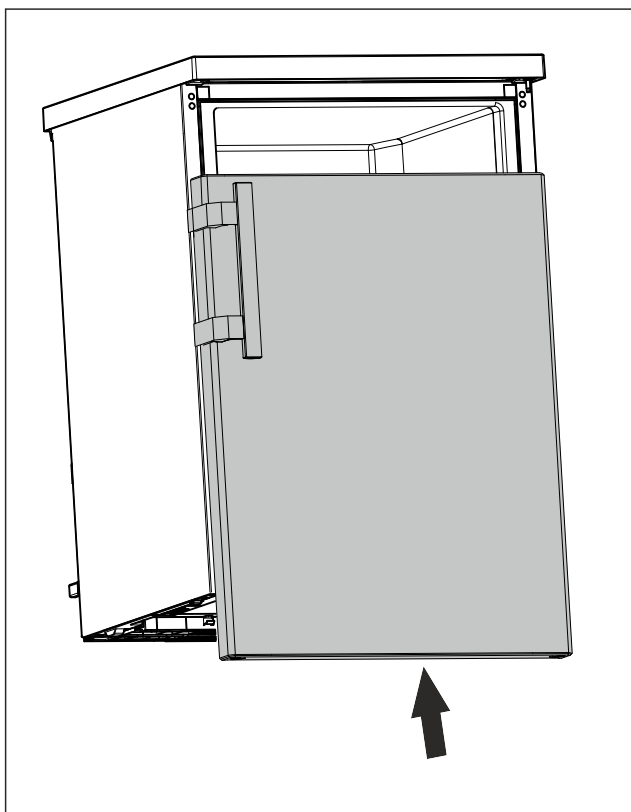

Fig. 24
- ▶ Deslizar la puerta sobre el perno superior cuando esté cerrada. (consulte Fig. 24)